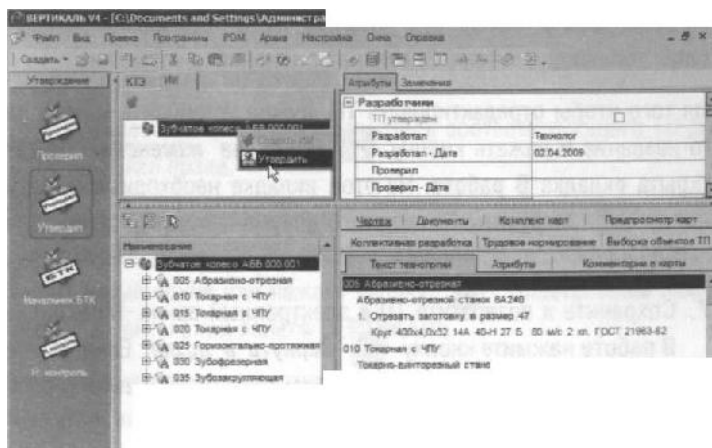

Рисунок 90
3. Перейдите на вкладку ИИ (извещения об изменении, рис. 90). Установите курсор на корневом элементе дерева (в нашем случае это *Зубчатое колесо АБВ.000.001*) и нажмите кнопку **Утвердил** (на панели слева) или выберите из контекстного меню **Утвердить**.